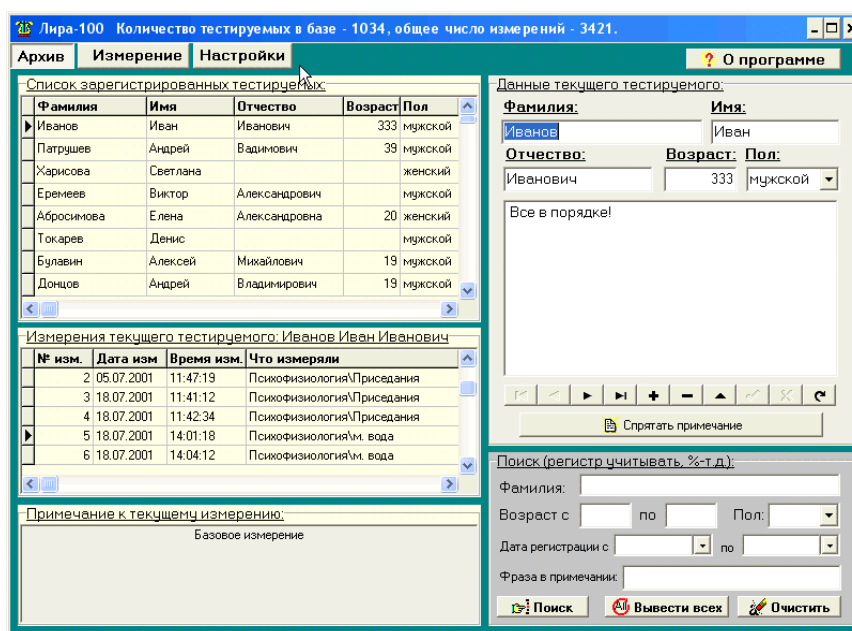

Рис. 9. Вкладка "Архив".
Вкладка "Архив" (рис.9): заносятся данные по тестируемым, отображаются проведенные измерения тестируемого, осуществляется поиск тестируемых.
- на вкладке "Архив" (рис.9) имеется примечание для каждого тестируемого, в некоторых случаях, для обеспечения конфиденциальности необходимо не отображать это примечание на экране, для этого нужно выбрать "Нет" в пункте "Показывать примечание для тестируемого?";